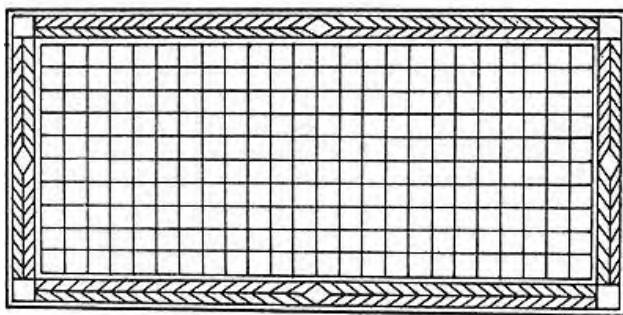

Рисунок 21 - Узор «шашечки»
4. Выполнить прием резьбы «шашечки» (рисунок 21):